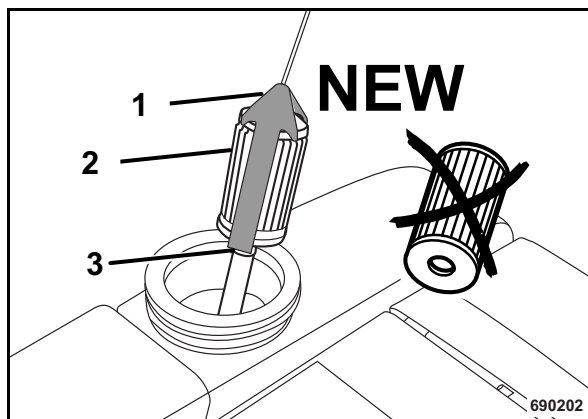

Fig. 51
- Por la cuerda sacar el soporte (1) (Fig. 51) con el filtro de combustible (2) del depósito.
- Retirar la tubería de combustible (3) del filtro de combustible.